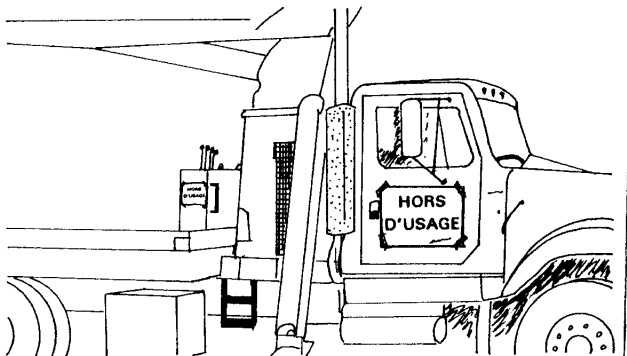

Figure 12
- Lorsque le camion-grue est défectueux, placer des affiches bien en évidence aux postes de conduite et de commande du camion-grue pour indiquer qu'il est hors d'usage (figure 12).